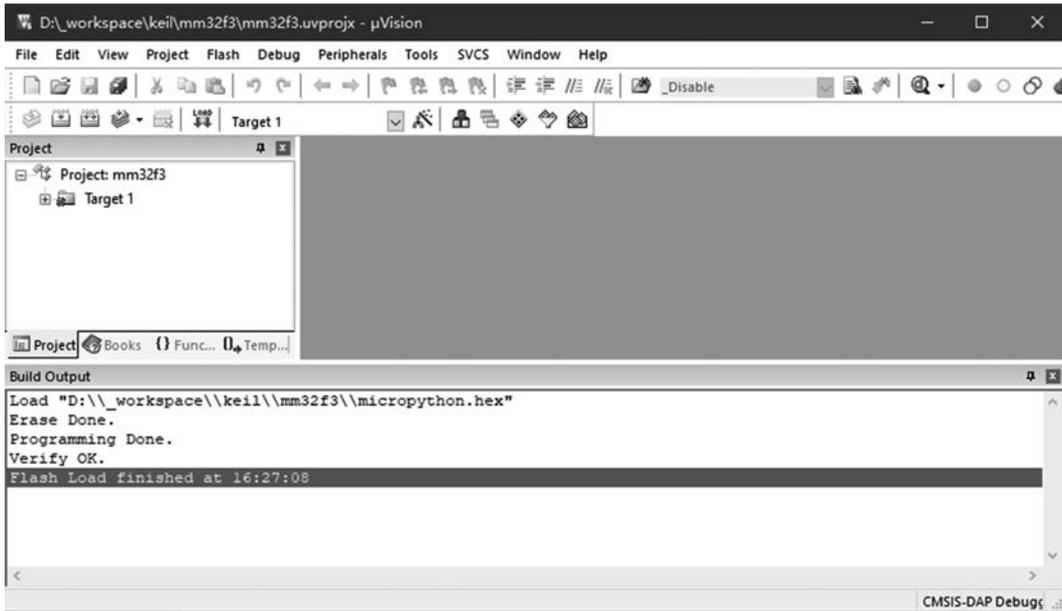

图 3-6 在 Keil 工程中下载可执行文件到微控制器
(3) 在主窗口的工具栏中,单击 LOAD 按钮,启动下载过程,如图 3-6 所示。在 Build Output 窗口中可以查看到,当前已经擦除、下载并且校验成功。